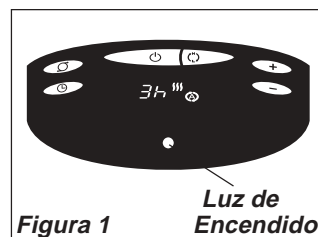

Figura 1 Luz de Encendido
4. Cuando el Calefactor se conecte por primera vez, se oír un "bip" y la **Luz de Encendido** se encenderá indicando que hay electricidad en la unidad. La **Luz de Encendido** permanecerá encendida hasta que el Calefactor sea desconectado del tomacorriente eléctrico. (Figura 1)